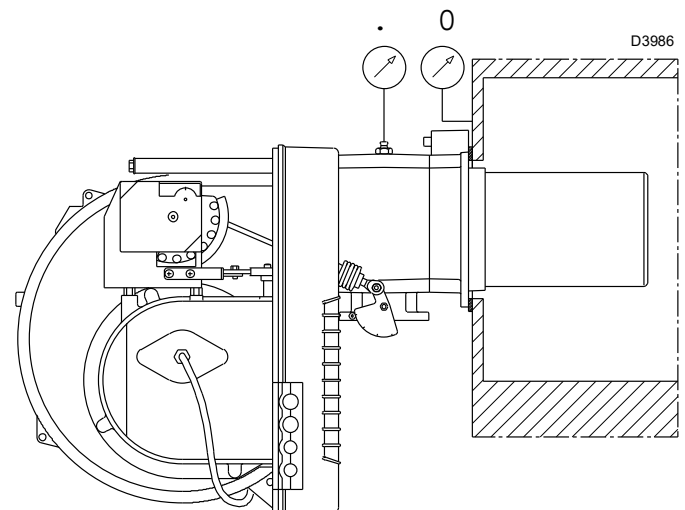

Fig. 24
- Montar un manómetro (Fig. 24) en la toma de presión de gas del manguito. Sirve para conocer aproximadamente la potencia MÁX del quemador mediante las Tab. H en la pág. 30.
La llegada de gas al manguito puede observarse en el manómetro (Fig. 24 en la pág. 22).
A manera orientativa se puede calcular consultando la Tab. H en la pág. 30, es suficiente leer la presión del gas en el manómetro, (Fig. 24 en la pág. 22), y seguir las indicaciones de la pág. 18.